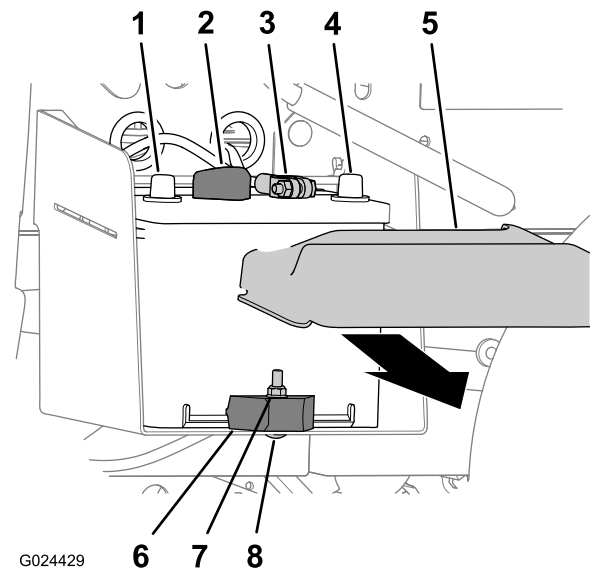

Figure 40
1. Appuyez de chaque côté du couvercle de la batterie et enlevez le couvercle en haut de la batterie (Figure 40).
2. Débranchez le câble négatif de la borne de la batterie (Figure 40).
3. Débranchez le câble positif de la borne de la batterie (Figure 40).
2. Retirez le contre-écrou, le boulon de carrosserie et la barrette qui fixent la batterie à son support (Figure 40).
3. Enlevez la batterie de son support (Figure 40).
1. Alignez la batterie sur son support sur la machine (Figure 40).
Remarque: Vérifiez que les bornes positive et négative de la batterie sont alignées comme montré à la Figure 40.
2. Fixez la batterie à son support au moyen de la barrette de maintien, du boulon de carrosserie et du contre-écrou (Figure 40).
1. Branchez le câble positif à la borne de la batterie (Figure 40).
2. Branchez le câble négatif à la borne de la batterie (Figure 40).
3. Reposez le couvercle au sommet de la batterie (Figure 40).